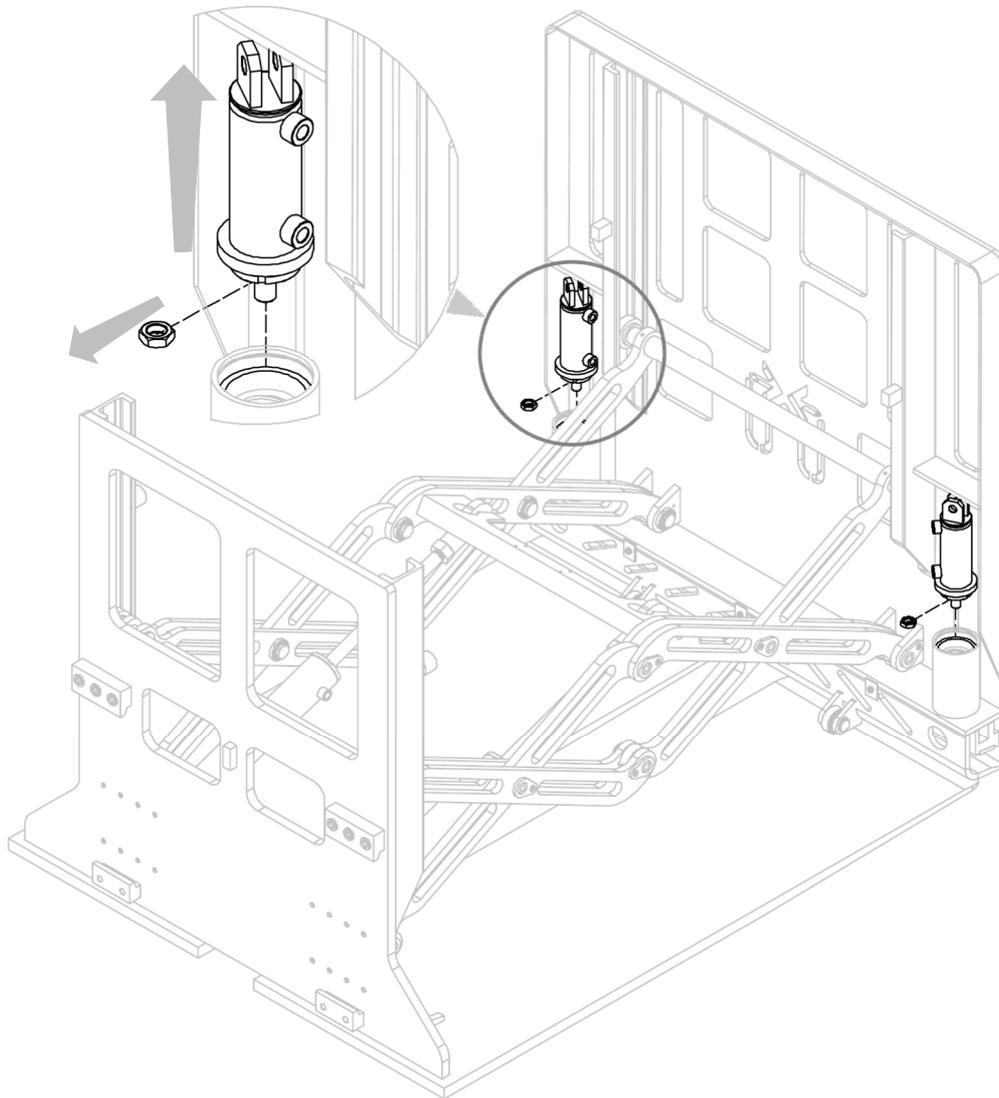

Figure 14
3. Dévisser les tiges des goupilles de poussée de la lame et retirer les cylindres (Figure 14).